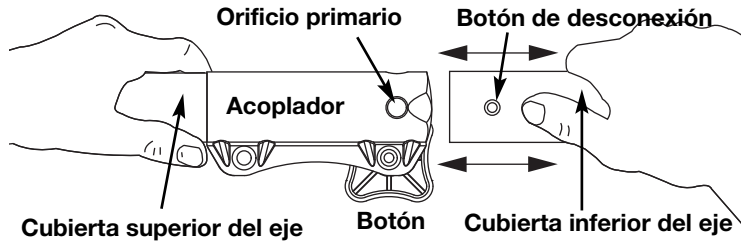

Fig. 2
3. Mientras sostiene con firmeza el bastidor del eje superior, tire del accesorio de jardín hacia afuera del acoplador (Fig. 2).
3. Mientras sostiene el accesorio con firmeza, empújelo en línea recta en el acoplador (Fig. 2).
PRECAUCIÓN: Trabe el botón de desconexión en el orificio primario (Fig. 2) y ajuste bien la perilla antes de operar esta unidad.